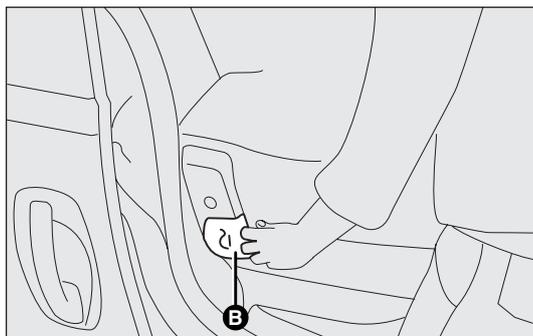
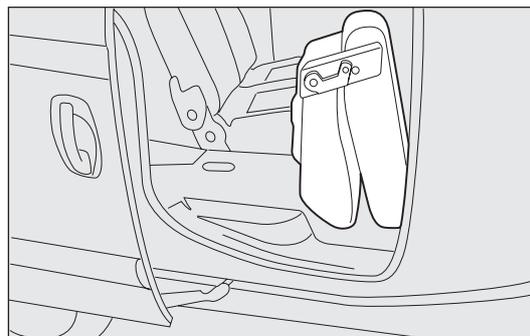

fig. 89b
fig. 89c
- para ampliar aún más el compartimento de carga levante la palanca B-fig. 89b situada al lado del cojín que se levantará automáticamente, abata manualmente por completo y hacia delante el asiento y el respaldo fig. 89c.